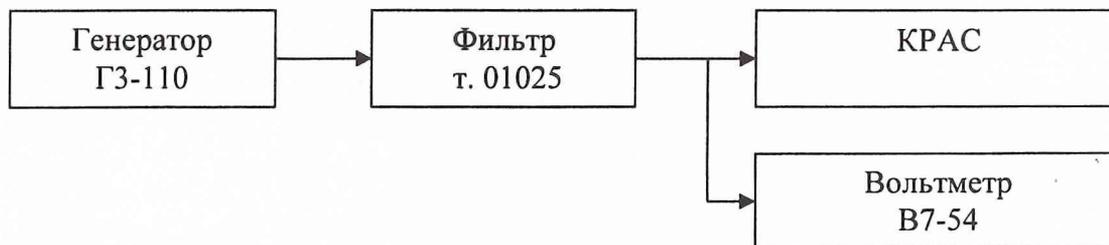

Рис.2.
6.3.5.1. Собрать измерительную схему, приведенную на рис.2.